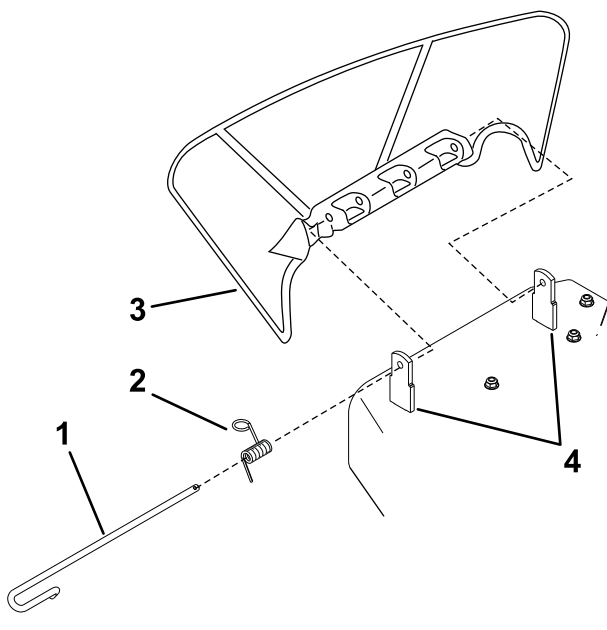

Figure 58
- Désengagez le ressort du cran dans le support de déflecteur et sortez la tige des supports soudés du tablier, du ressort et du déflecteur d'éjection (Figure 58). Enlevez le déflecteur s'il est endommagé ou usé.
2. Positionnez le nouveau déflecteur d'éjection en plaçant les extrémités du support entre les supports soudés du tablier, comme illustré à la Figure 58.